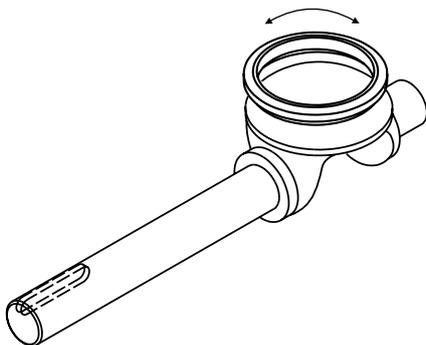

Fig. 6-5 Nettoyage, meulage et lubrification
3. Meulez le secteur sphérique dans le siège neuf. Utilisez de la pâte abrasive adaptée à la vanne et frottez le siège et le secteur sphérique l'un contre l'autre jusqu'à ce que les surfaces de la zone d'étanchéité soient en contact de manière uniforme (→ Fig. 6-5).
Meulez le secteur sphérique dans le siège neuf. Utilisez de la pâte abrasive adaptée à la vanne et frottez le siège et le secteur sphérique l'un contre l'autre jusqu'à ce que les surfaces de la zone d'étanchéité soient en contact de manière uniforme (→ Fig. 6-5).